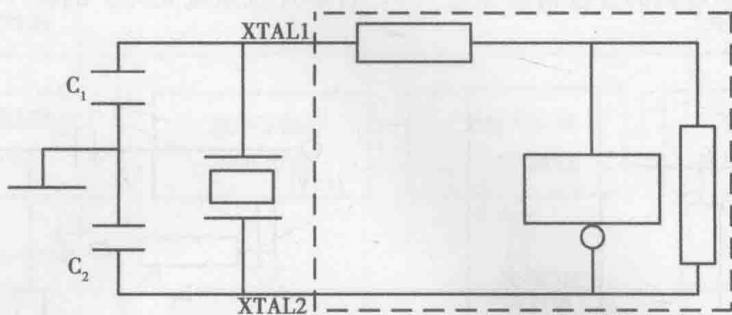

图 1.3 MCS-51 单片机典型时钟电路
(1) 电源及外接晶振管脚。
①  $V_{CC}$  (40 脚)：芯片的工作电源正极连接端，一般连接+5V，也有连接 3.3V 的。
② GND (20 脚)：单片机工作电源接地端。
③ XTAL1, XTAL2 (18 脚, 19 脚)：外接时钟引脚，用于给单片机工作提供时钟信号。单片机是在时钟信号控制下严格按照时序工作的。时钟电路类似于人体心脏有节奏的跳动，单片机的工作就像人体各个机能的运转，必须以时钟信号为前提。没有了心跳，人就无法生存。同样地，没有时钟电路给单片机提供时钟信号，单片机也就无法正常工作。典型的时钟电路如图 1.3 所示。
(2) I/O (输入/输出) 引脚。
振荡器和时序是为单片机提供时钟信号的，通过 XTAL1 和 XTAL2 两个引脚与外部晶振及电容连接来实现，具体连接电路如图 1.3 所示，这里不再累述。